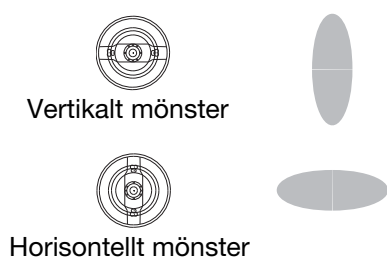

BILD 10. Luftlockets lägen
3. Lossa hållarringen och vrid luftlocket till vertikalt eller horisontellt sprutmönster. Se BILD 10. Dra åt hållarringen tills luftlocket hålls ordentligt fast, det ska inte gå att vrida hornen på luftlocket med handen.